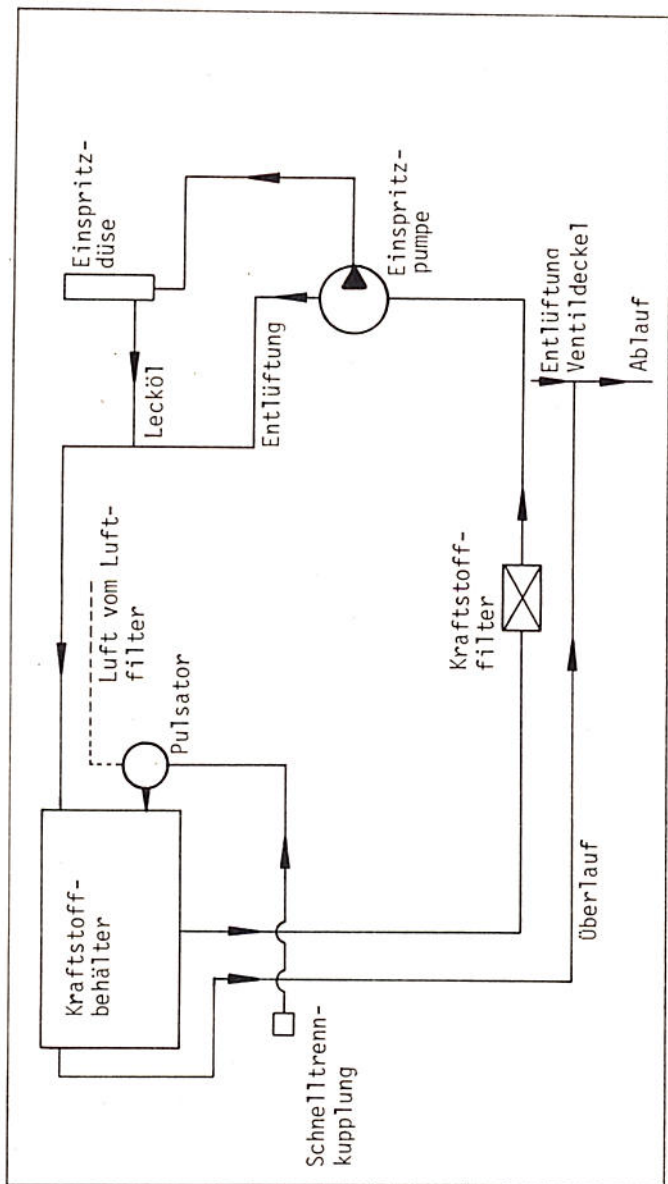

Bild 44 Kraftstoffschema
- 2 Kraftstoffleitungen am Motor trennen (Leitungsverlauf, siehe Bild 44).